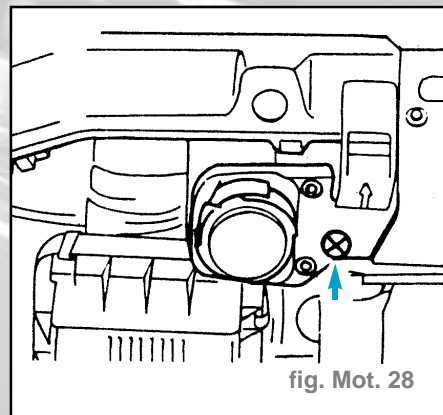

fig. Mot. 28
- Au radiateur (fig. Mot. 28).